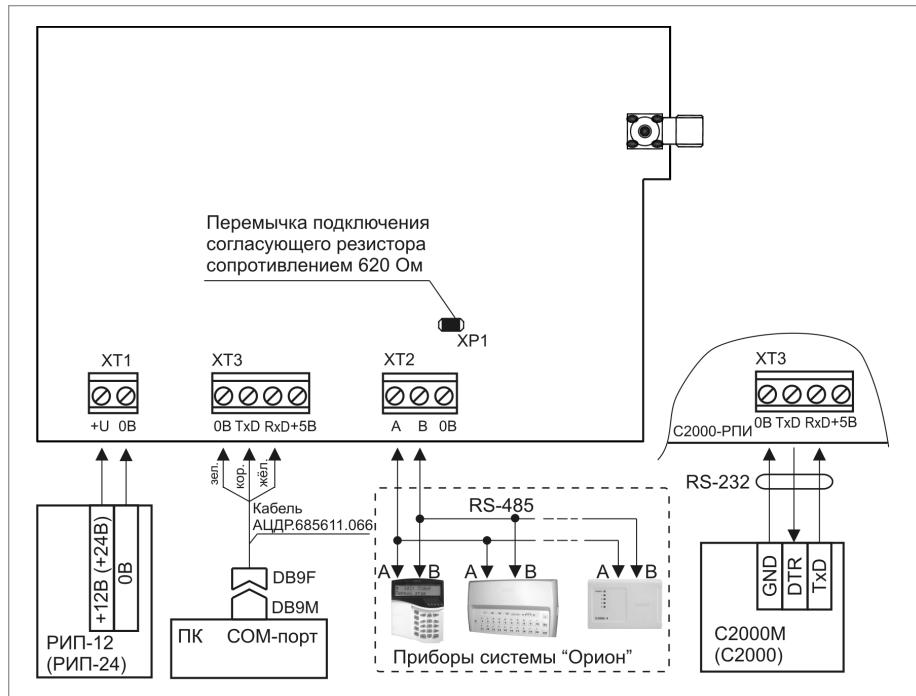

Рисунок 2.
- 1.3. Подключите РПИ в соответствии с проектной документацией и схемой на рис. 2. Обращаем Ваше внимание на то, что перед монтажом используемые РПИ должны быть объединены в сеть.